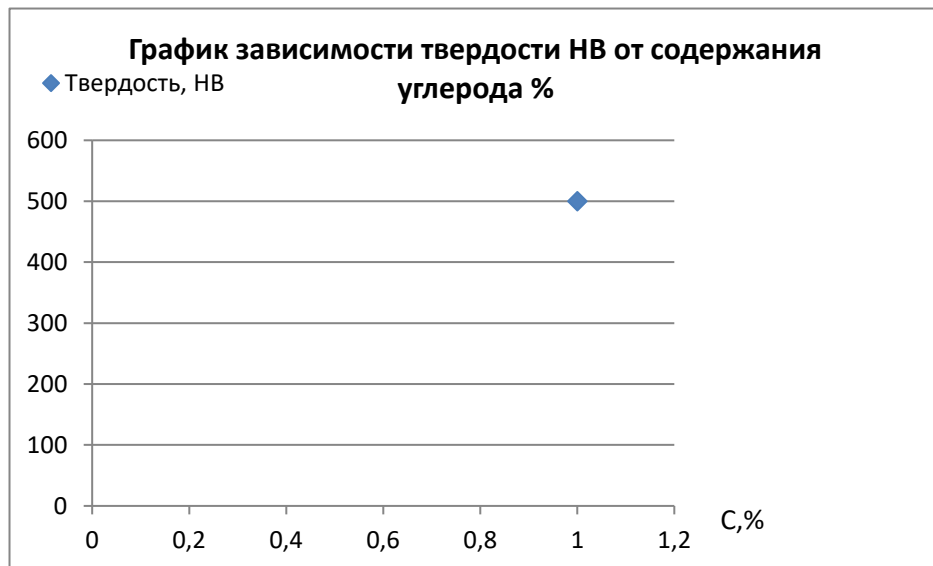

Рисунок 4.
6. Построить график зависимости твердости (НВ) от содержания углерода, соединив плавной линией точки графика. (рисунок 4).